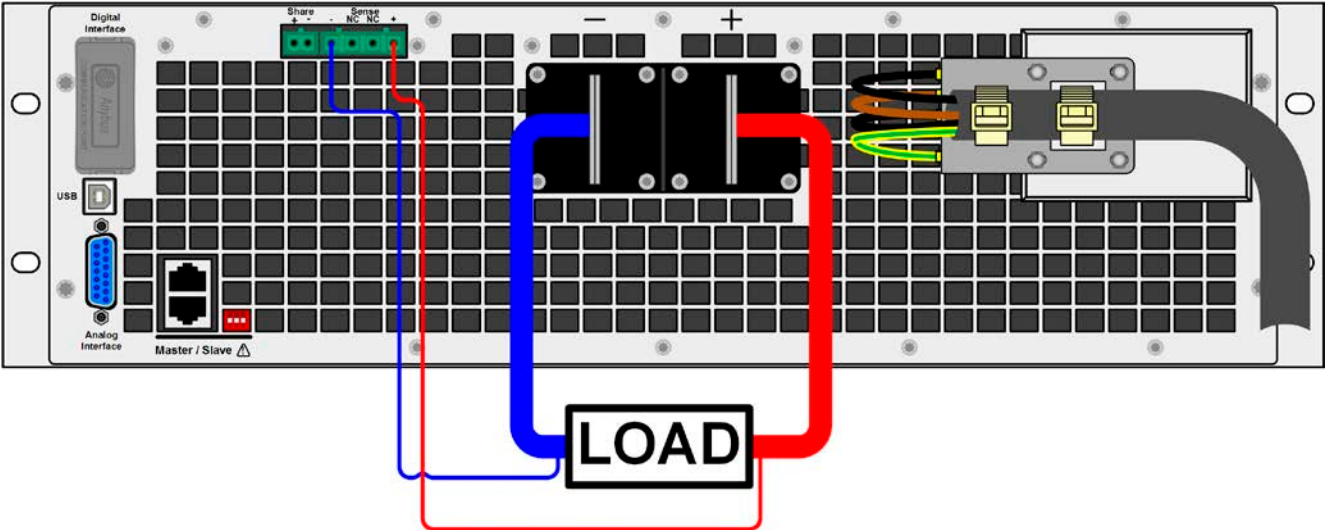

图 8 – 在源模式下与负载进行的远程感测接线举例（汇模式下的连线相同）
- 远程感测仅在恒压 (CV) 操作模式有效，而对于其它调整模式，感测输入端应悬空，因为连接后会增加震荡趋势。
- 感测线跟负载/电源之间要+与+，-与-相连，否则会损坏它们的感测输入端。见下面图8范例。